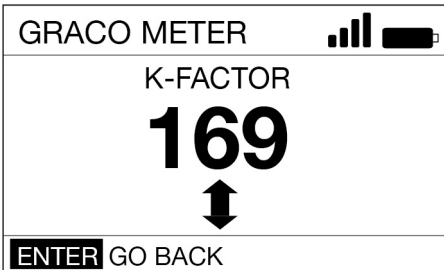

ABB. 26
8. Den angezeigten aktuellen K-FAKTOR notieren. Im dargestellten Beispiel in ABB. 26 ist der K-FAKTOR 169.